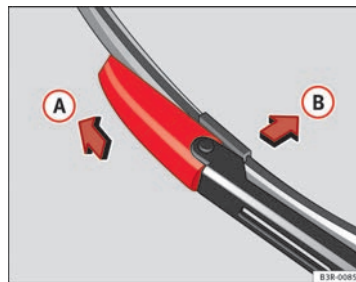

Abb. 170 Wischerblatt abnehmen
- Schieben Sie das Verriegelungsstück am Wischerblatt in Pfeilrichtung ⇒ **Abb. 170 (A)**. Halten Sie dabei das Wischerblatt fest.